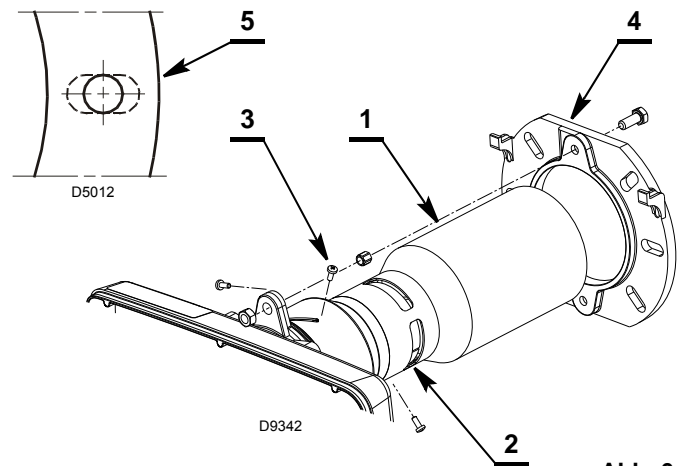

Abb. 6
- Das Flammrohr 1) (Abb. 6) an die Flammkopfgruppe (2) montieren.
- Die Schraube und die beiden Muttern am Flansch 4) (Abb. 6) montieren.
- Falls nötig, die Bohrungen an der Isolierdichtung 5) (Abb. 6) vergrößern, diese dabei aber nicht beschädigen.